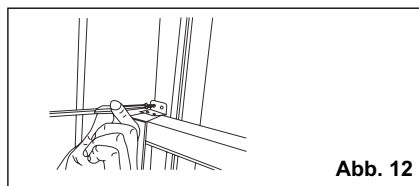

Abb. 12
6. Zum Befestigen des unteren Flügels, den rechtwinkligen Vorreiber mit einer 12,7 mm Schraube anbringen (Abb. 12).